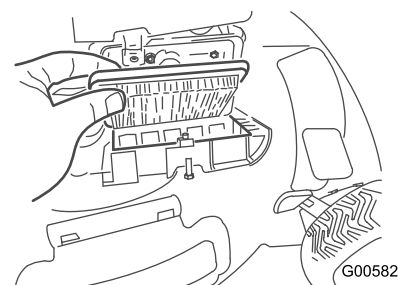

Figure 17
2. Remplacez le filtre à air (Figure 17).